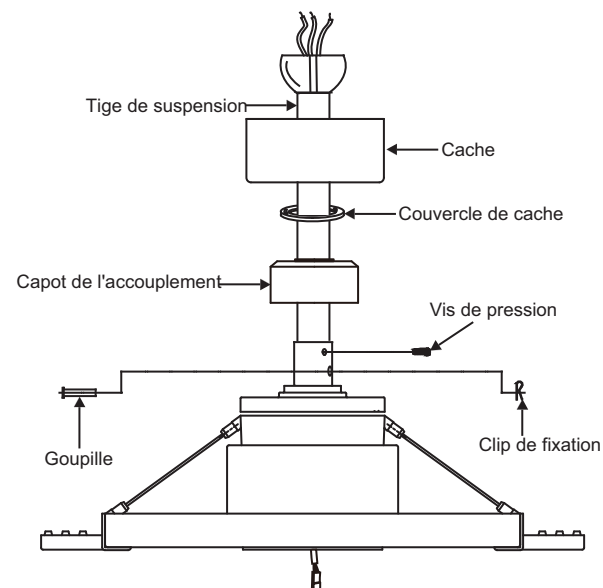

Fig. 10
Étape 8. Faites glisser le couvercle d'accouplement, le couvercle du cache et le cache sur la tige de suspension. (Fig. 10)